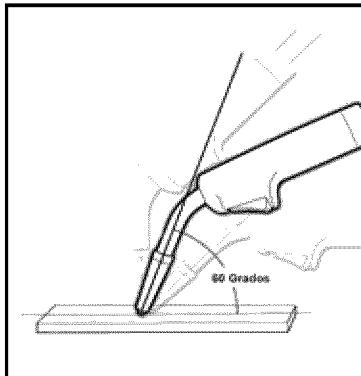

Fig. 10a
1. El ángulo A (Fig. 10a) se forma con el soplete ubicado de tal manera que la punta de contacto y la boquilla están directamente encima del elemento a soldar. En la mayoría de los casos, el ángulo óptimo se genera cuando la punta de contacto y la boquilla están a 60 grados del elemento a soldar. Bajar la parte posterior del asa del soplete reduce el ángulo de la punta de contacto y la boquilla en relación con el elemento a soldar, y reduce la penetración. Subir la parte posterior del asa del soplete aumenta el ángulo de la punta de contacto y la boquilla en relación con el elemento a soldar, y aumenta la penetración.